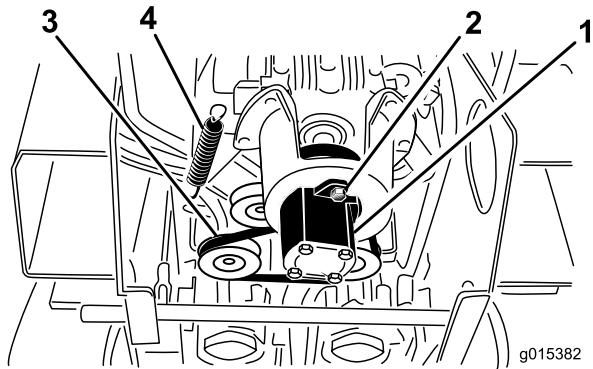

Bild 53
5. Lösen Sie die zwei Pumpenschrauben (Bild 53).
6. Drehen Sie die Pumpe nach links und lassen Sie sie nach unten, von der Riemscheibe weg, ab (Bild 53). Stellen Sie sicher, dass sich die Spinnenkupplung mit der Pumpe absenkt.
7. Ziehen Sie das Ende der Spanscheibe mit einem Federzieher (vom offiziellen Vertragshändler erhältlich) oder einem starren Metallhaken von der Federschraube, um die Riemenspannung zu lösen (Bild 53).